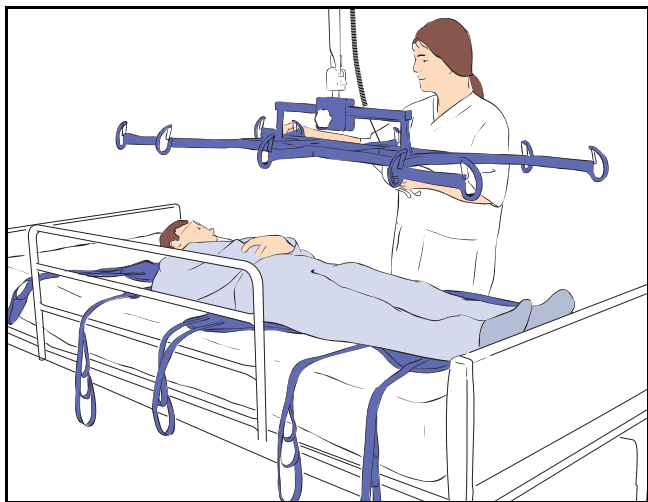

図 12
- 3) できるだけ高く上昇させたストレッチャーフレームが患者様の真上の位置にくるまでリフトを移動します（図12参照）。